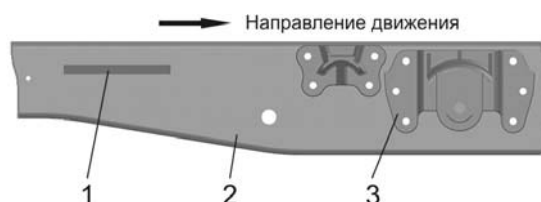

Рис. 1.1. 1 – место нанесения VIN автомобилей ГАЗ-33026 и мод. с платформой и их шасси; 2 – лонжерон рамы правый; 3 – передний кронштейн задней рессоры
**Идентификационный номер ТС (VIN) на автомобилях ГАЗ-33026 и мод. с платформой и их шасси** наносится на правом лонжероне рамы между кронштейнами задней рессоры (рис. 1.1).